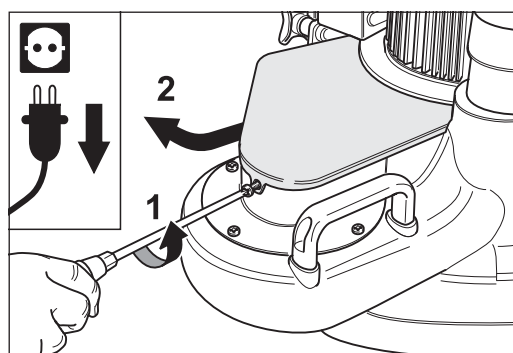

Abb. 95 Am Ventilatoreinsatz die Befestigungsschraube des Keilriemenschutzes entfernen (1) und den Keilriemenschutz abnehmen (2).
- 8 Entfernen Sie am Ventilatoreinsatz die Schraube zur Befestigung des Keilriemenschutzes (Abb. 95, 1).
- 9 Ziehen Sie den Keilriemenschutz aus dem Schlitz im Motorlagerflansch heraus (Abb. 95, 2) und nehmen Sie den Keilriemenschutz ab.